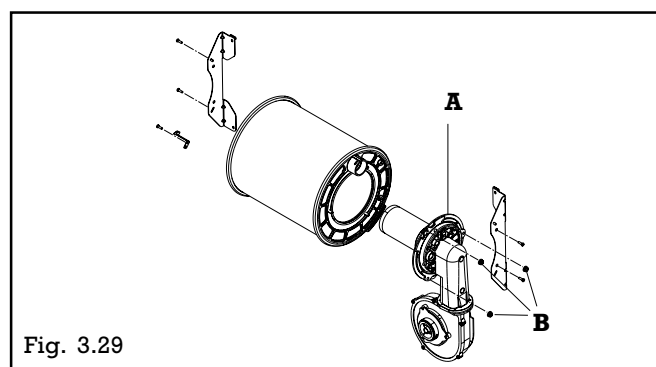

Fig. 3.29
- Désolidariser l'ensemble ventilateur – brûleur (A) de l'échangeur (3 écrous extérieurs (B) fig.3.29)